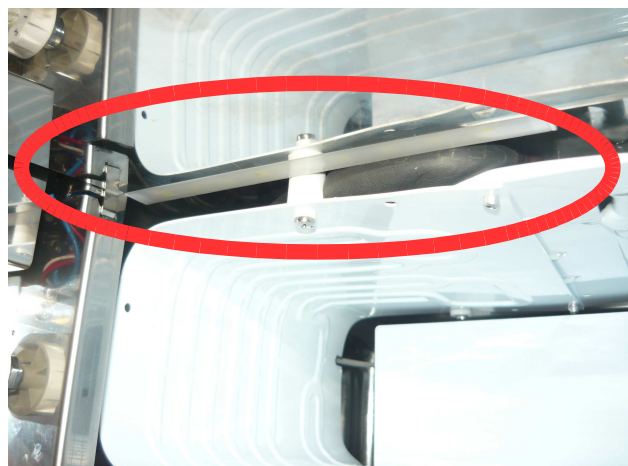

Fig. 9
- 7 – **Fissare la barra led tramite biadesivo posizionandola tra i distanziali dell’evaporatore e l’antina inox (Fig. 9)**
Fix the new led light with 3M biadhesive placing it between the evaporator spacers and the inox shutter (Fig. 9)